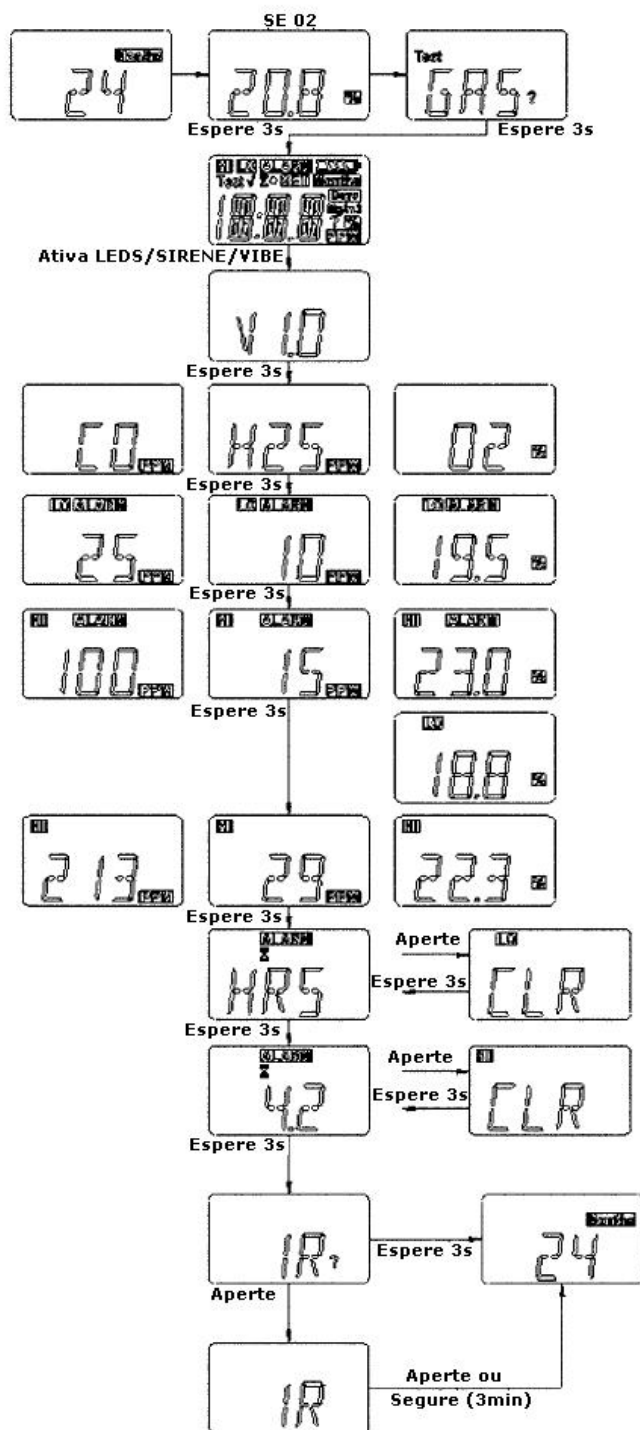

Figura 2-5. Acessando o Fluxograma das Páginas do Altair
10) Modo de infravermelho (IR)
- Se a comunicação de infravermelho (IR) não for detectada em três minutos ou se o botão TEST for apertado, o instrumento sairá desse modo.
- Veja a Figura 2-5 para mais detalhes.